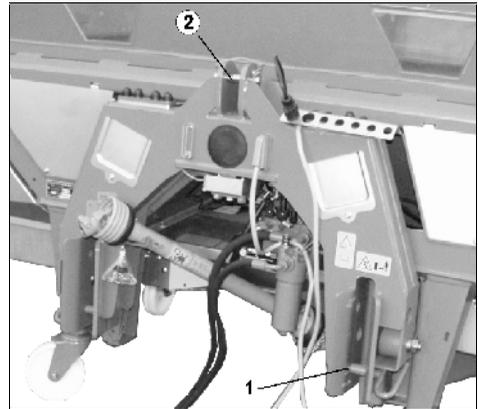

Fig. 17
- Fijar la barra conductora inferior del remolcador sobre el perno de la barra conductora inferior (Cat. II) (Fig. 17/1) y asegurar con pasador clavija. Enchufar el perno en el agujero superior de la consola de la barra conductora inferior.
- Fijar la barra conductora superior con perno enchufable (Cat. II) (Fig. 17/2) y asegurar con pasador clavija.